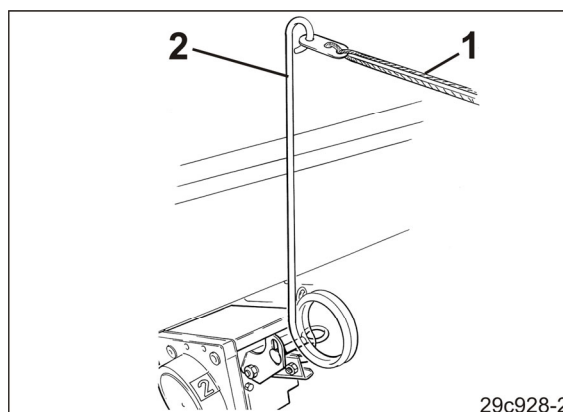

Fig. 125
13. Legg vaier (Fig. 125/1) for betjening av betjeningsspaken (Fig. 125/2) til koblingsboksen (hvis tilstede) i traktorens førerhus.